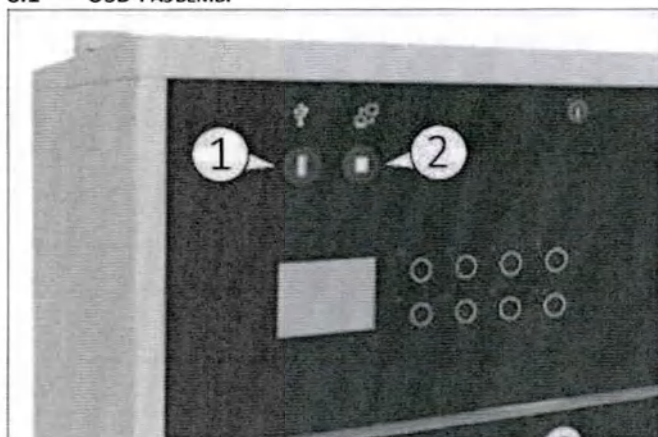

Рис. 20
- 1) USB типа A (1 Рис. 20) для USB-накопителя.
- 2) USB типа B (2 Рис. 20) для подключения к внешнему ПК.